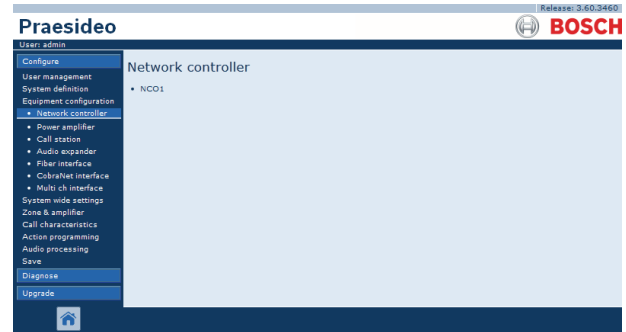

figura 44.2: Configurar el controlador de red, paso 1
- 1 Vaya a *Configure > Equipment configuration > Network controller*. Aparece una pantalla similar a la mostrada en figura 44.2 en el cuadro principal de la interfaz Web.